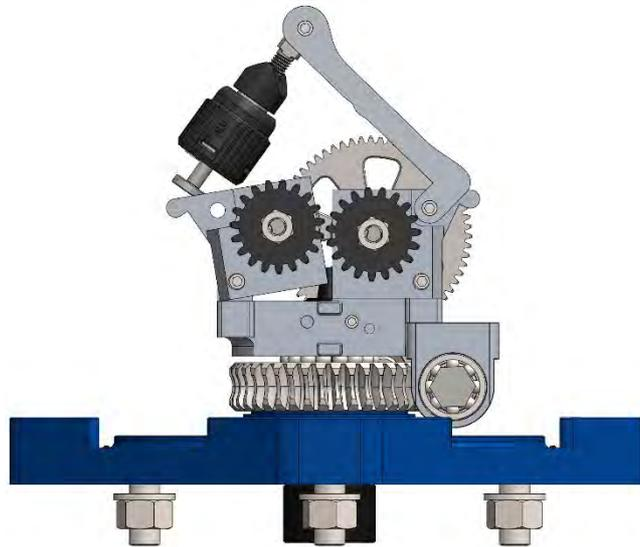

Abbildung 17
3. Heben Sie den Schließhebel an, um die Twister-Räder zu öffnen, und lassen Sie den Knopf in seinem Sitz ruhen. (Abbildung 17);